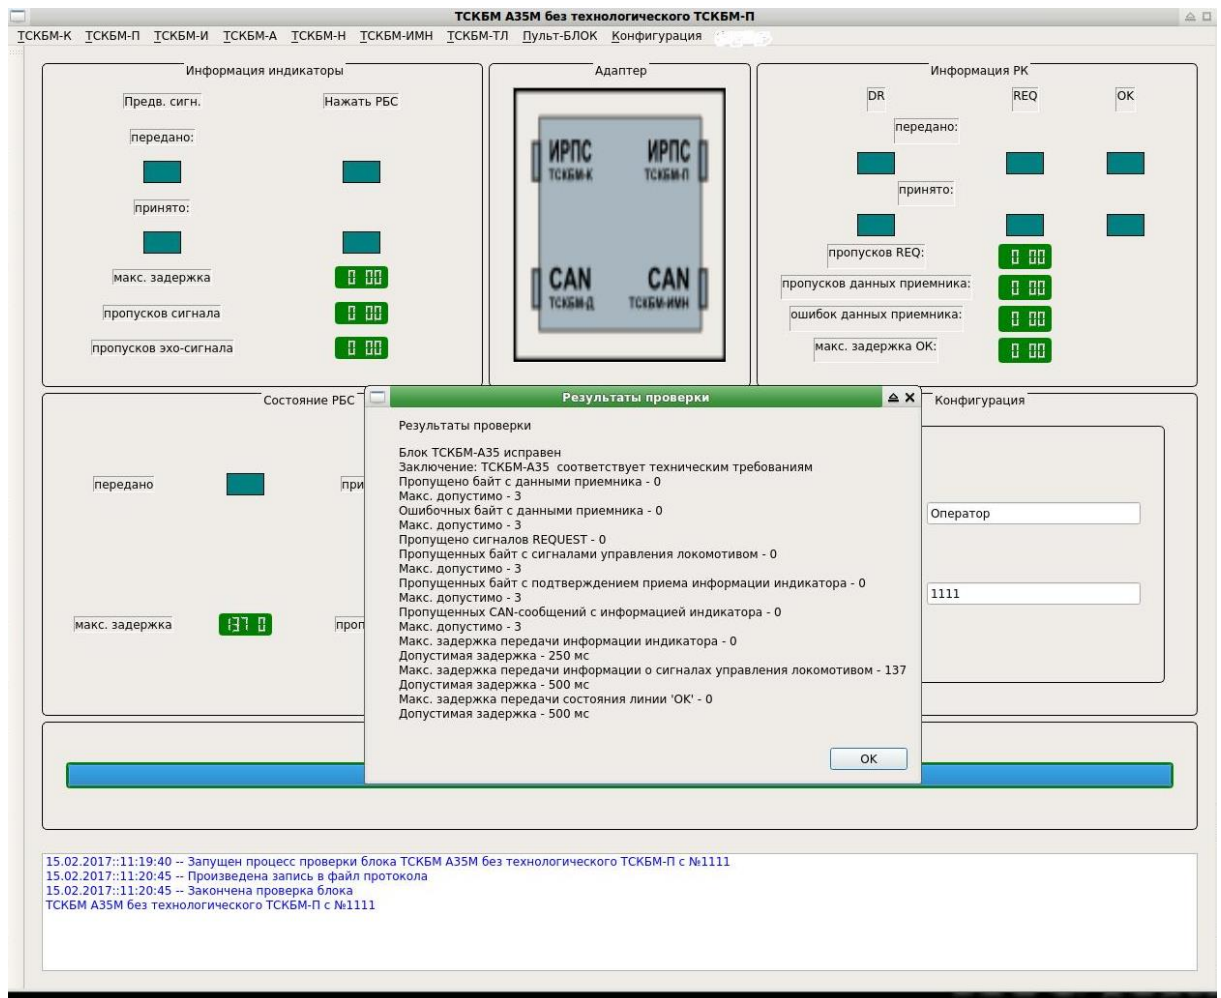

Рисунок 3.2.8.4 - Сообщение системы о результате проверки блока ТСКБМ-А НКРМ.468363.010-02 без технологического ТСКБМ-П
5) Критерием исправного состояния блока ТСКБМ-А является сообщение программы «Блок ТСКБМ-А исправен» (рисунок 3.2.8.4). В случае неисправного блока ТСКБМ-А появится сообщение о неисправности и в контролируемых параметрах на панели, и в протоколе по п.3.2.8.4(2) будет указана информация о выходе параметра за допустимые пределы.